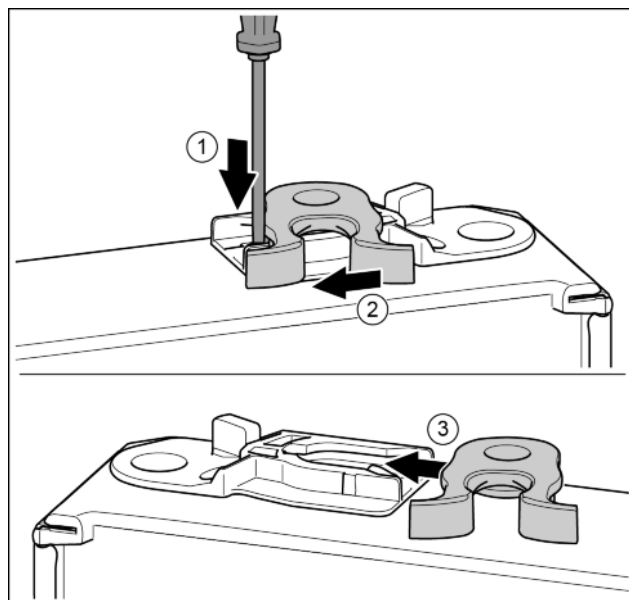

Fig. 17*
- Odvijačem s prorezom pritisnite jezičac prema dolje. Fig. 17 (1)*
- Izvucite kuku za zatvaranje iz vodilice. Fig. 17 (2)*
- Gurnite kuku za zatvaranje na drugoj strani u vodilicu. Fig. 17 (3)*